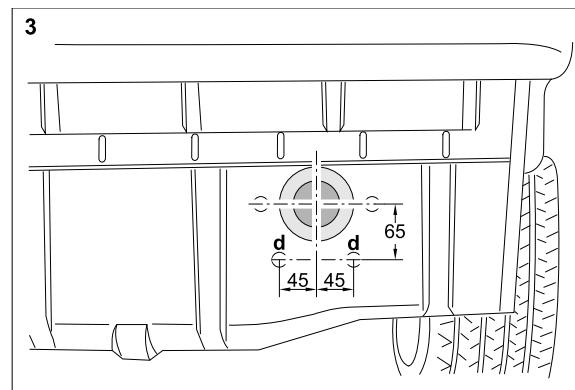

Fig. 3: Agujeros chapa trasera der. y aro sellador
- 6.) Marcar los agujeros necesarios en la chapa trasera en "d" debajo de la apertura del amortiguador de golpes derecho y taladrarlos con ø 14 mm (ver fig. 3).
- 7.) Limpiar la chapa trasera alrededor de la apertura del amortiguador de golpes **derecho** y adherir el aro sellador de espuma suministrado (ver fig. 3).